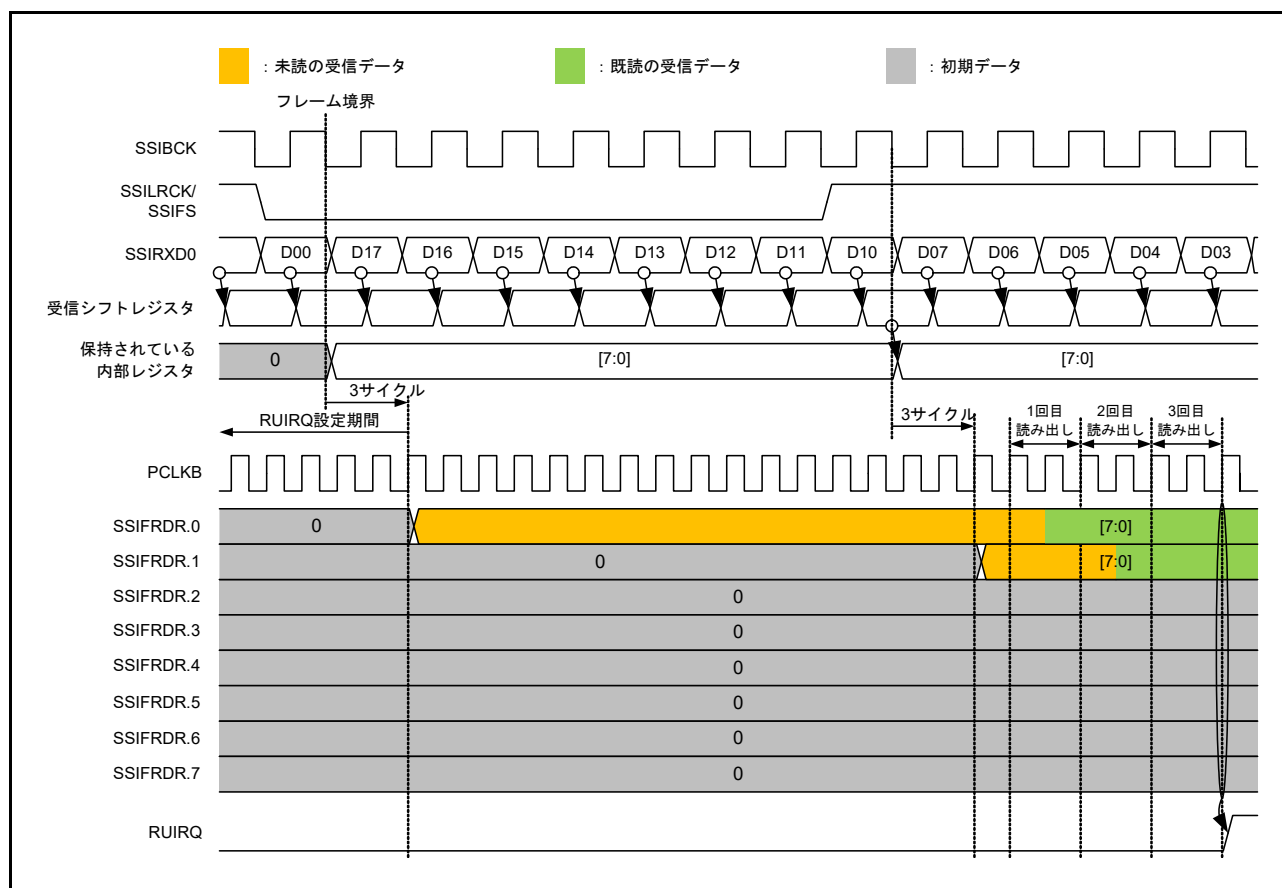

図 33.15 RUIRQ 設定タイミング
- SSIFRDR からの読み出しが完了したとき。図 33.15 を参照してください